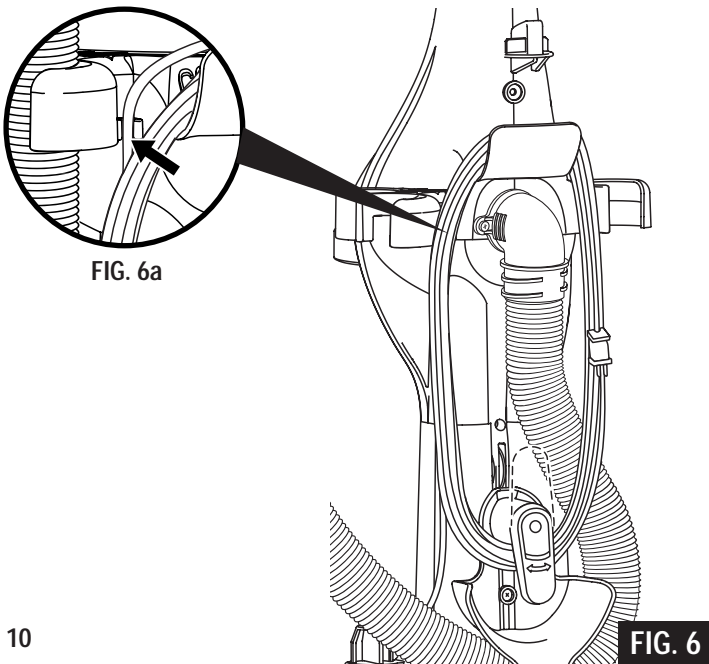

FIG. 6
**Step 6:** (FIG. 6) Pull the electrical cord up to the cord retainer and firmly push into the retainer (FIG. 6a). This will keep the cord out of the way for next use. Wrap the cord around the carrying handle on the tool caddy and then wrap around the cord release hook. Secure the plug to the power cord with the notch in the plug to prevent unwinding.
**Étape 6.** (FIG. 6) Tirez le cordon électrique jusqu'à la retenue de cordon et poussez-le dans ce dispositif de retenue. (FIG. 6a) Ceci permet de loger le cordon afin qu'il ne gêne pas lors de la prochaine utilisation de l'appareil. Enroulez le cordon autour de la poignée de transport sur le porte-accessoires, puis enroule-le autour de la manivelle. Fixez la fiche au cordon électrique à l'aide de l'entaille sur la fiche pour empêcher qu'il ne se déroule.
**Paso 6.** (FIG. 6) Tire del cordón eléctrico hasta el retenedor del cordón y oprima firmemente hacia adentro del retenedor (FIG. 6a). Esto mantendrá el cordón fuera del paso para el próximo uso. Enrolle el cordón alrededor de la manija de transporte en el portaaccesorios y luego enróllelo alrededor del gancho de liberación. Fije el enchufe al cordón usando la muesca del enchufe para evitar que se desenrolle.